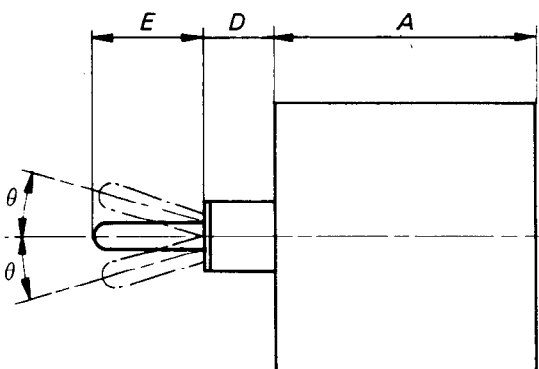

FIGURE 1 – Dimensions des interrupteurs avec fixation par un seul trou
2.1 Les dimensions hors tout, y compris les vis de bornes, doivent être conformes à la figure 1 et au tableau. La face avant du boîtier de l'interrupteur doit être pourvue, en son centre, d'une partie filetée mâle d'un diamètre de 12 mm au pas de 1 mm, ou l'équivalent, en vue de la fixation à travers le panneau de bord. Les trous dans le panneau de bord pour la fixation de l'interrupteur à un trou doivent être ceux indiqués dans la figure 1 a). Le plus petit trou de diamètre 3 mm, ainsi qu'une rondelle frein possédant un ergot logé dans la rainure de la partie filetée, doivent être utilisés pour éviter la rotation de l'interrupteur et pour l'orienter correctement.